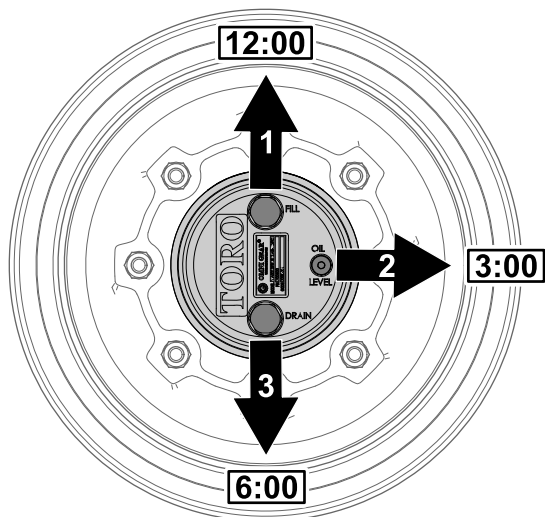

Figura 59
1. Aparque la máquina en una superficie nivelada, coloque la rueda de modo que el tapón de llenado se encuentre en la posición de las 12, el tapón de verificación en la posición de las 3 y el tapón de vaciado en la posición de las 6 (Figura 59).
2. Retire el tapón de verificación en la posición de las 3 (Figura 59).
1. Aparque la máquina en una superficie nivelada, coloque la rueda de modo que el tapón de llenado se encuentre en la posición de las 12, el tapón de verificación en la posición de las 3 y el tapón de vaciado en la posición de las 6; consulte Figura 59 en Comprobación del lubricante de la transmisión planetaria \(página 55\).